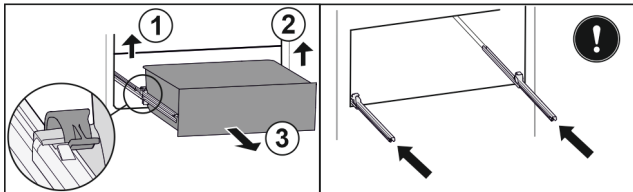

Fig. 102
- ▶ Linker klem optillen en gelijktijdig lade links naar voren trekken. Fig. 102 (1)
- ▶ Rechter klem optillen en gelijktijdig lade rechts naar voren trekken. Fig. 102 (2)
- ▶ Lade naar voren toe verwijderen. Fig. 102 (3)